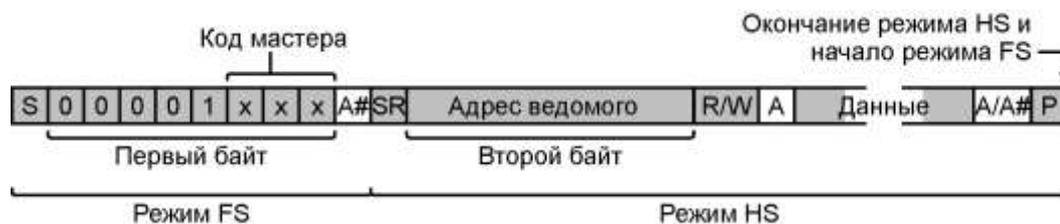

Рисунок 13.15 – Переход в режим HS и обратно в режим FS
После выполнения вышеуказанных шагов устройства, поддерживающие режим HS переключаются в этот режим. Мастер генерирует состояние повторного старта (SR), а затем передает адрес ведомого и бит направления передачи R/W# (см. рисунок 13.15). Расшифровка обозначений, принятых на рисунке, приведена в таблице 13.1).